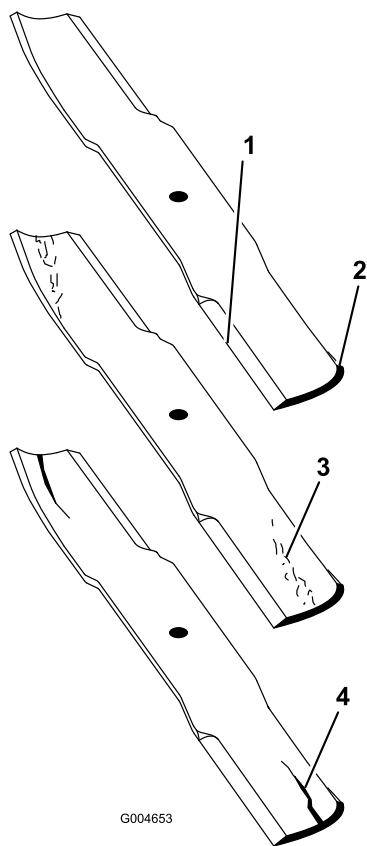

Figura 84
2. Verificate accuratamente i taglienti, con particolare attenzione ai punti d'incontro delle sezioni piatta e curva della lama (Figura 84). Sabbia e materiali abrasivi possono consumare il metallo che connette le sezioni piatta e curva della lama, per cui si consiglia di controllare la lama prima di usare il tosaerba. Se riscontrate segni di usura (Figura 84), sostituite la lama.
Se continuate ad usare la lama usurata, si forma una scanalatura tra la costa e la sezione piatta della lama (Figura 84). Alla fine, un pezzo di lama può staccarsi e venire lanciato dal sottoscoeca, con il rischio di ferire gravemente voi o gli astanti.